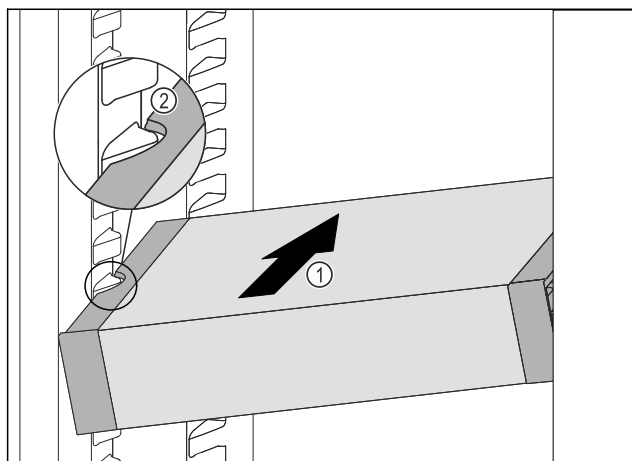

Fig. 228
- VarioSafe schräg in das Kühlteil einschieben Fig. 228 (1), bis sich die seitlichen Aussparungen Fig. 228 (2) des VarioSafes auf Höhe der Behälterrippe im Kühlteil befinden.